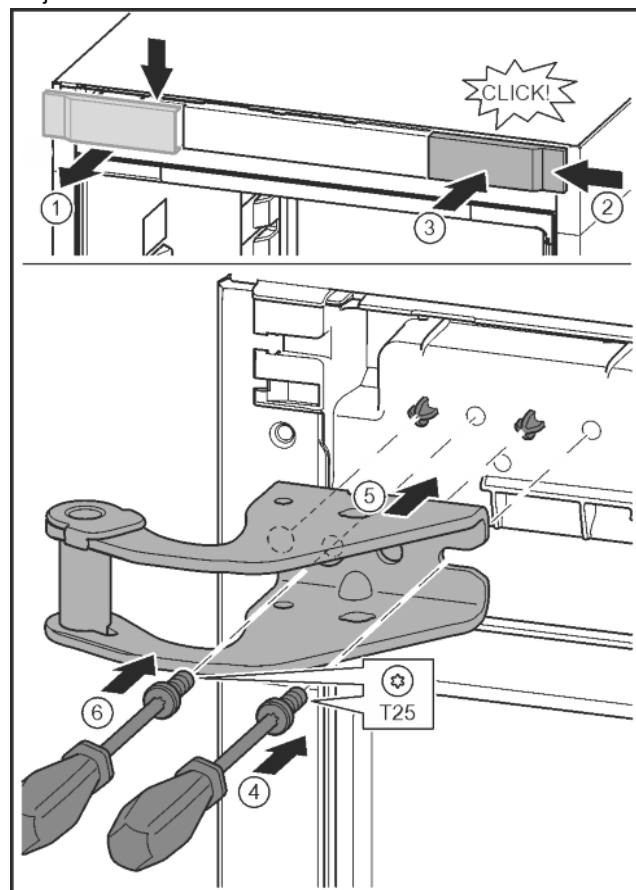

Fig. 14
- ▶ Kryt uvolněte a sejměte do strany. Fig. 14 (1)
- ▶ Kryt otočený o 180° zavěste na druhé straně zprava. Fig. 14 (2)
- ▶ Zaklapněte kryt. Fig. 14 (3)
- ▶ Šroubovákem T25 nasad'te šrouby. Fig. 14 (4)
- ▶ Nasad'te horní stojan ložiska. Fig. 14 (5)
- ▶ Utáhněte šroub. Fig. 14 (4)
- ▶ Šroubovákem T25 vložte šroub a utáhněte. Fig. 14 (6)